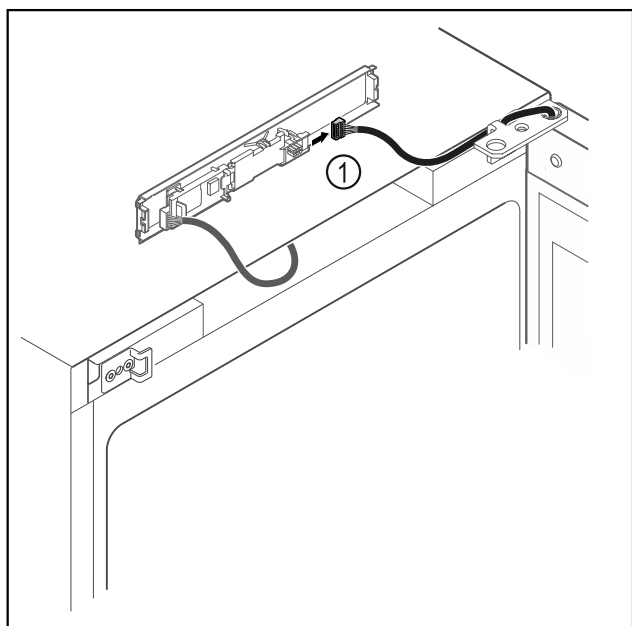

Fig. 14
- ▶ Vtič Fig. 14 (1) odstranite s tiskanega vezja.